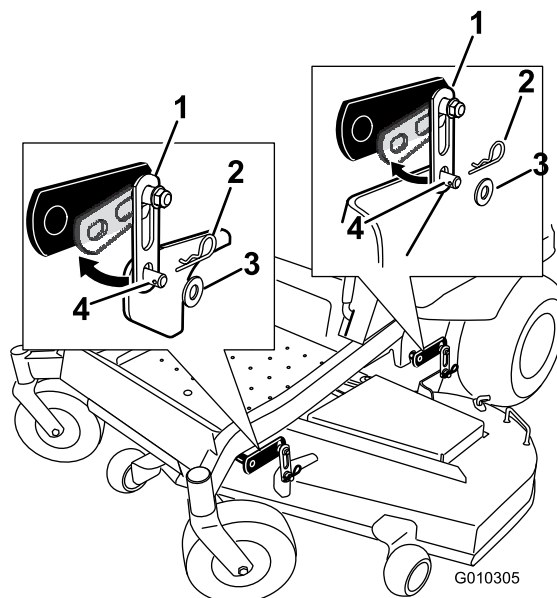

Figure 70
2. Enlevez les fixations des patte de fixation avant et arrière de chaque côté du tablier de coupe (Figure 70).
5. Soulevez l'arrière du tablier de coupe et fixez le support arrière du tablier aux pattes de fixation arrière. Fixez l'ensemble avec une rondelle et une goupille fendue (Figure 70).
6. Montez le support avant du tablier de coupe sur les pattes de fixation avant et fixez-les avec une rondelle et une goupille fendue (Figure 70).